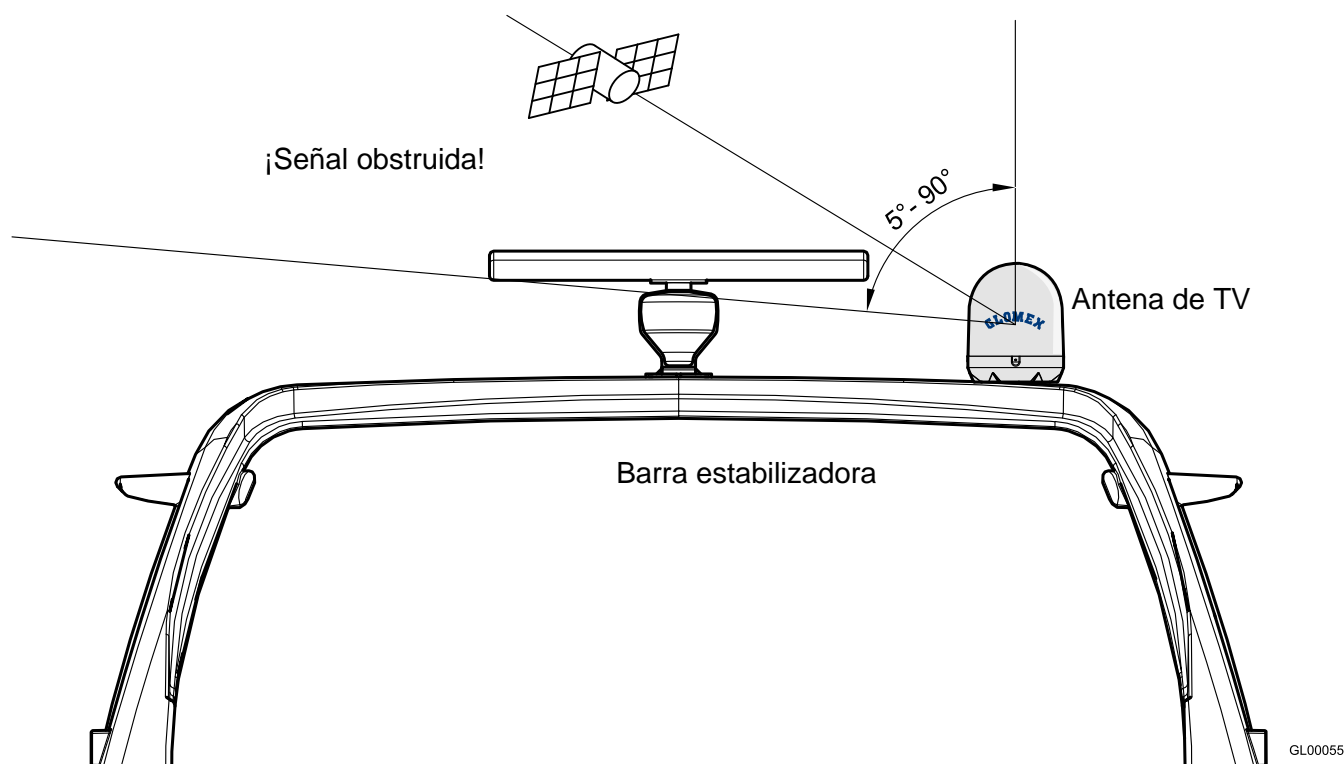

Fig. 3
- la antena requiere un ángulo de elevación entre 5° y 90° para recibir señales satelitales (Fig. 3).